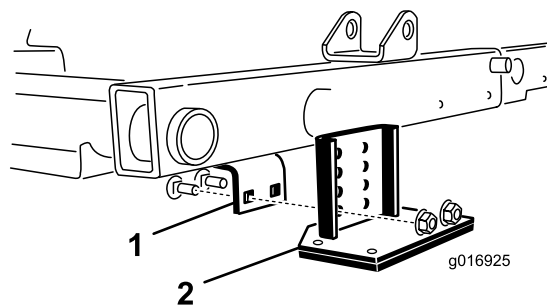

Figura 8
2. Localice el soporte del bastidor encima de la unidad de corte central (Figura 8).
3. Presione hacia abajo sobre el rodillo delantero de la unidad de corte central, y determine qué taladros del soporte basculante quedan alineados con los taladros del soporte del bastidor para obtener el mismo contacto del rodillo al instalarse el soporte basculante (Figura 8).